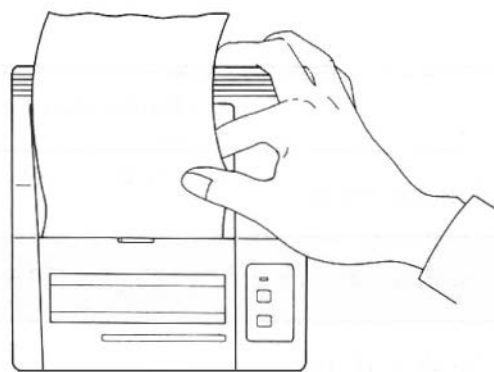

Figure 6. Insertion du papier.
2. Insérer l'extrémité du papier dans l'orifice du dessous de l'imprimante. (Voir figure 6).